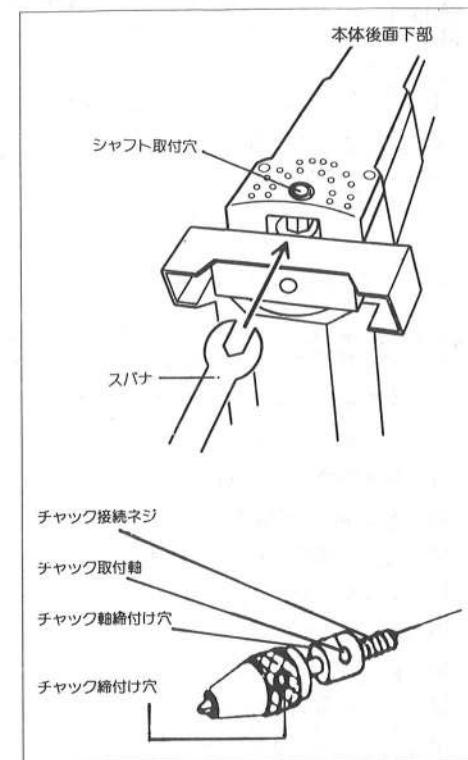

図11
■市販のフレキシブルシャフトを接続するときは、本機専用の接続チャックをご使用下さい(図11参照、チャック別売)